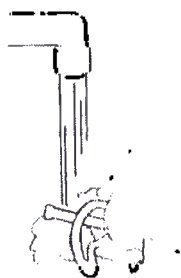

Рисунок 21 – Промывание ушного вкладыша
- вымыть ушной вкладыш теплой водой, используя мягкие сорта мыла (рисунок 21);